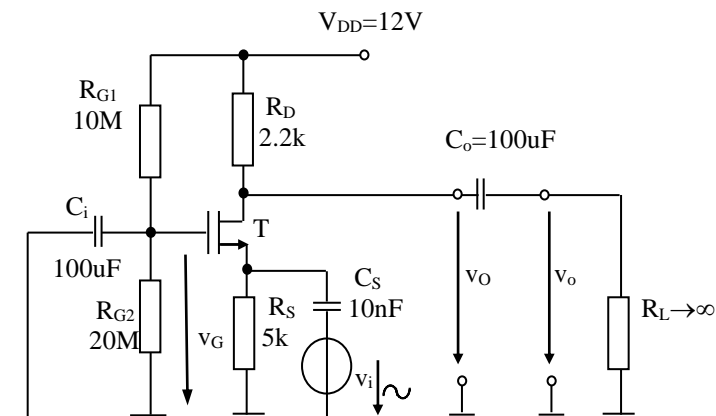

Fig. 3. Amplificator cu TE MOS în configurație GC
- Construiți pe breadboard folosind componente discrete amplificatorul din Fig. 3.